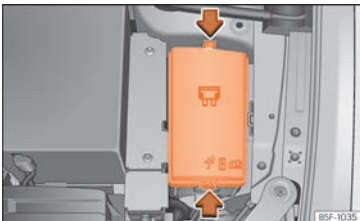

Abb. 198 Im Motorraum: Abdeckung des Sicherungskastens.
- Verriegelungstasten drücken, um die Abdeckung des Sicherungskastens »» » (Abb. 198) zu entriegeln.